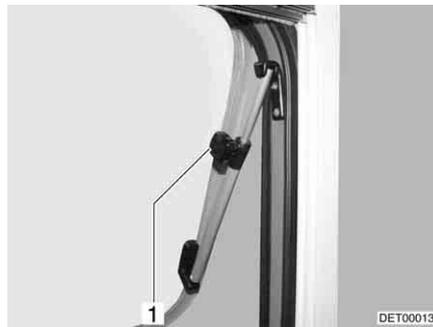

Fig. 94 Janela de projetar com defletor rotativo
- Abra a janela de projetar até à posição pretendida, fixando-a com o botão serrilhado (Fig. 94,1).
- Gire o botão serrilhado (Fig. 94,1), até o fixador ficar livre.